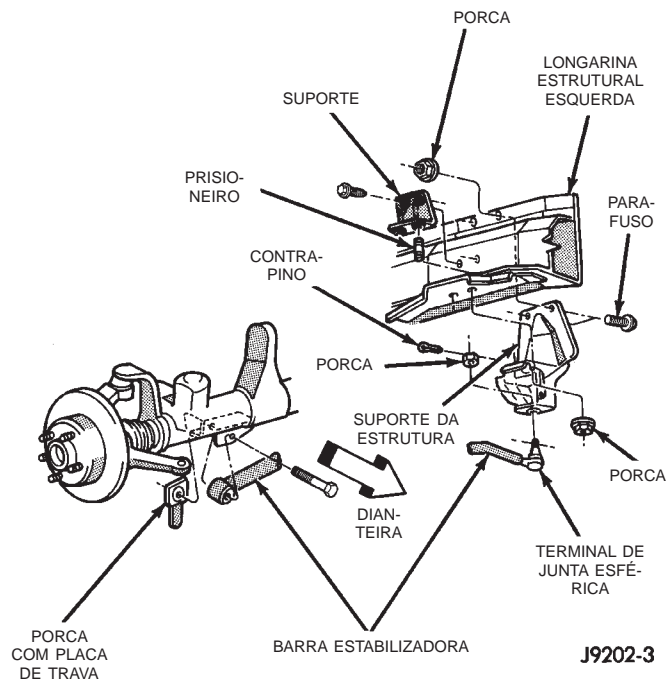

Fig. 7 Barra Estabilizadora (LHD - Direção do Lado Esquerdo)
- (1) Levante e suporte o veículo.
- (2) Remova o contrapino e a porca da junta esférica do suporte de lingarina na carroceria.
- (3) Use um sacador universal para separar a junta esférica do suporte na carroceria.
- (4) Remova o parafuso e porca "flag" do suporte do eixo tubular (Fig. 7).
- (5) Remova a proteção contra solavancos.